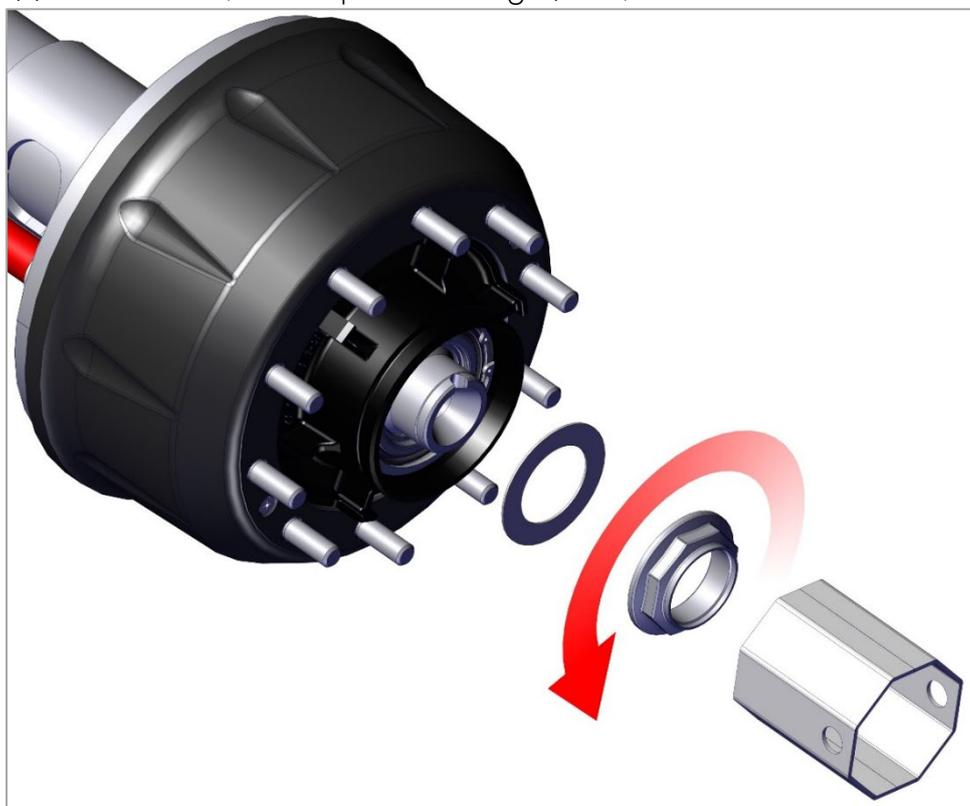

Рис. 6.1. Снятие гайки подшипников
2) Отверните гайку подшипников ступицы и снимите упорную шайбу (рис. 6.1).